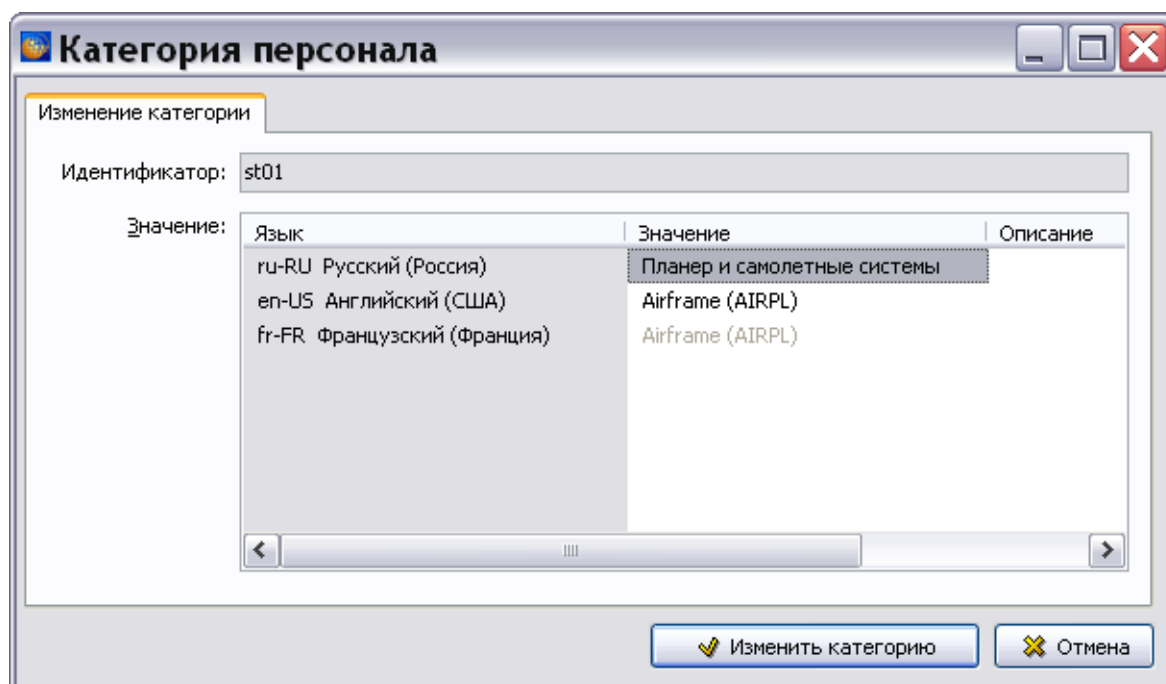

Рис. 3.36
2. Выполните двойной быстрый клик левой кнопкой мыши или нажмите на клавишу F2 на клавиатуре, или выберите пункт **Редактировать (F2)** из контекстного меню. После этого откроется окно **Категория персонала** (Рис. 3.36).